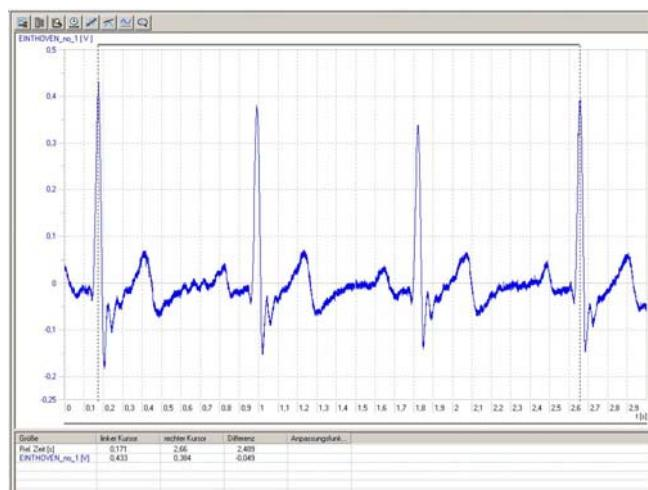

Fig. 2 Bildschirmdarstellung der Messung des Ruhe-EKG auf der Standardableitung I nach EINTHOVEN in 3B NETlab™ (U11310)
- Das Template starten und die Messkurve des vorgeählten EKG (hier: Ruhe-EKG auf der Standardableitung I nach EINTHOVEN) aufzeichnen (Fig. 2).